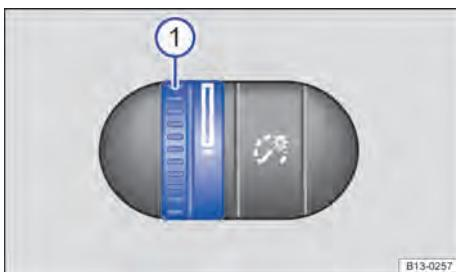

Fig. 86 Ao lado do volante: regulador da regulagem da iluminação dos instrumentos e dos interruptores.
Dependendo da versão do veículo a luminosidade da iluminação dos instrumentos e dos interruptores com luz ligada pode ser regulada por meio do giro do regulador → Fig. 86 ① sem escalas.